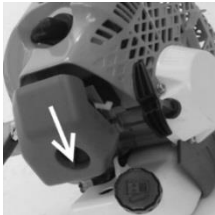

Рисунок 13
5.1.1 Зніміть кожух захисту повітряного фільтра знявши фіксатор (рис. 13).